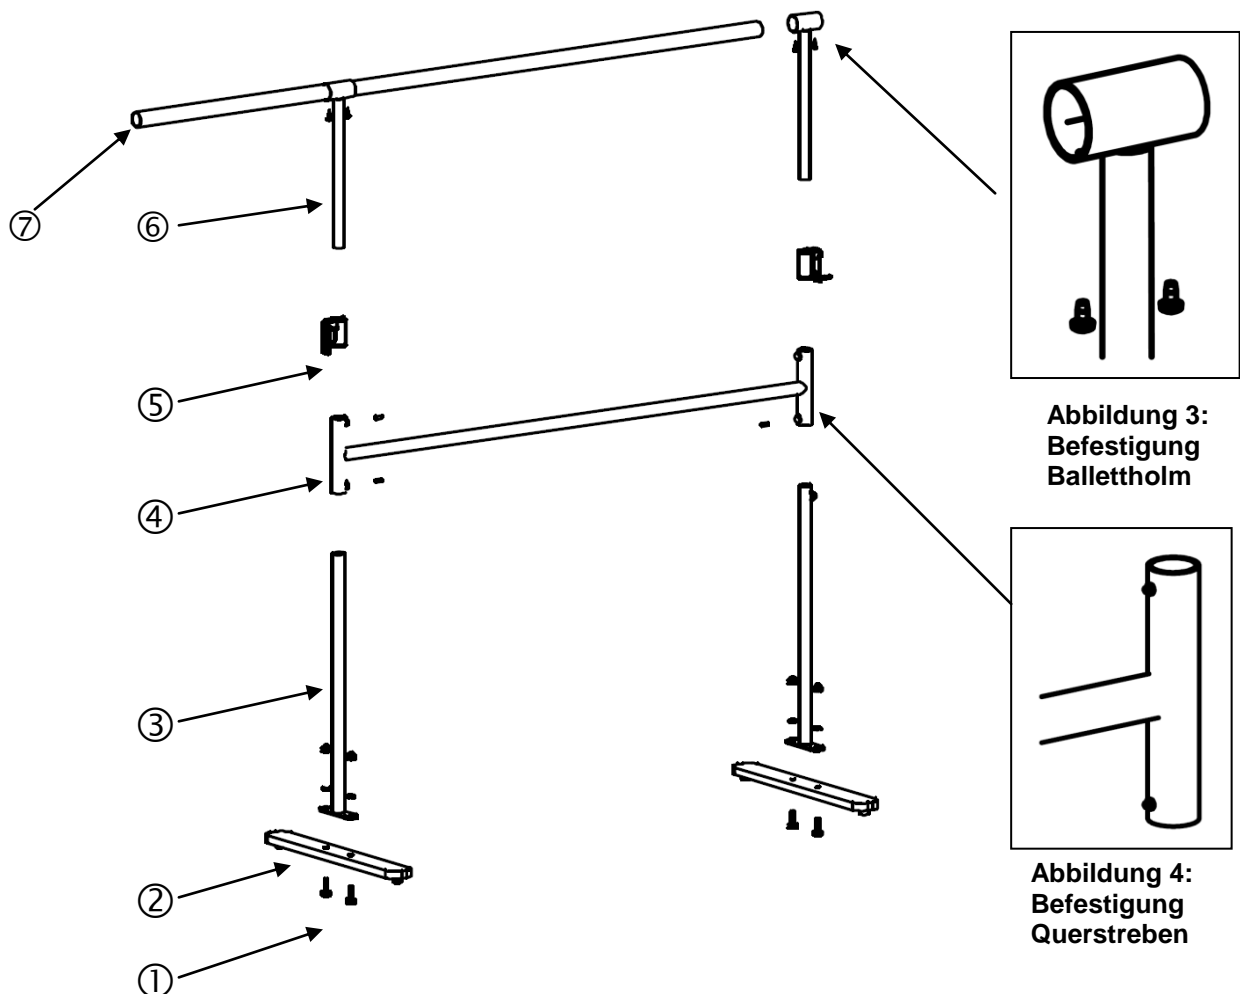

Abbildung 2: Explosionszeichnung
Stellen Sie dann die Fußteile ① bis ③, wie in Abb. 2 zu sehen ist, aufrecht hin und stecken die Querstrebe ④ von oben darüber.